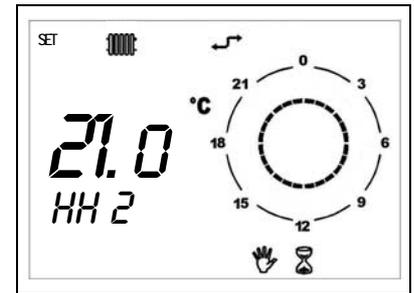

Figura 25
- Funzionamento **MANUALE TEMPORIZZATO (PARTY)**: segnalato dalla compresenza delle icone clessidra e manuale (vedi Figura 25).
- Durante l'intero periodo sul display sarà visibile il tempo rimanente allo scadere della funzione temporizzata (vedi Figura 25).